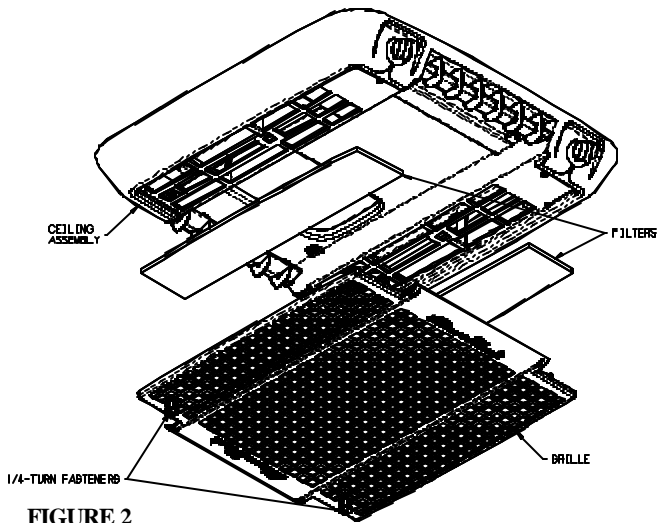

FIGURE 2
1. Disengage the two 1/4-turn fasteners that secure the ceiling assembly grille to the ceiling assembly (See Figure 2).
3. Take the filters out and either clean or exchange them with new filters (See Figure 2).
1. Retirer les deux vis qui retiennent le couvercle du montage du plafond (voir la figure 2 à la page 5).
3. Sortir les filtres et nettoyer ou échanger avec d'autres filtres (voir la figure 2 à la page 5).
4. Si le véhicule est doté d'un montage de plafond affleurant, retirez les quatre vis des grilles de reprise d'air (voir la figure 2 à la page 5).